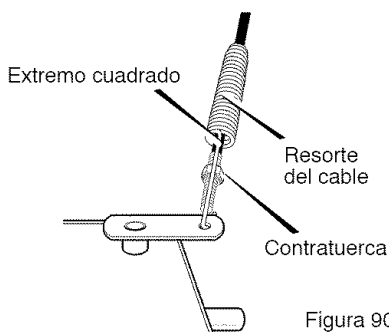

Figura 90
3. Meta el cable por el resorte hasta exponer la porción roscada del cable (Figura 90).